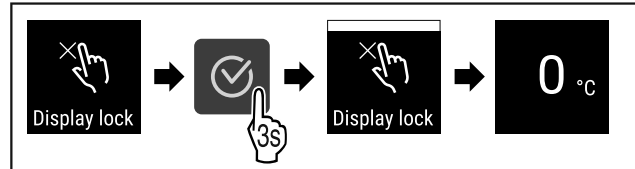

Fig. 76
- ▶ Выполните шаги действия (см. Fig. 76).